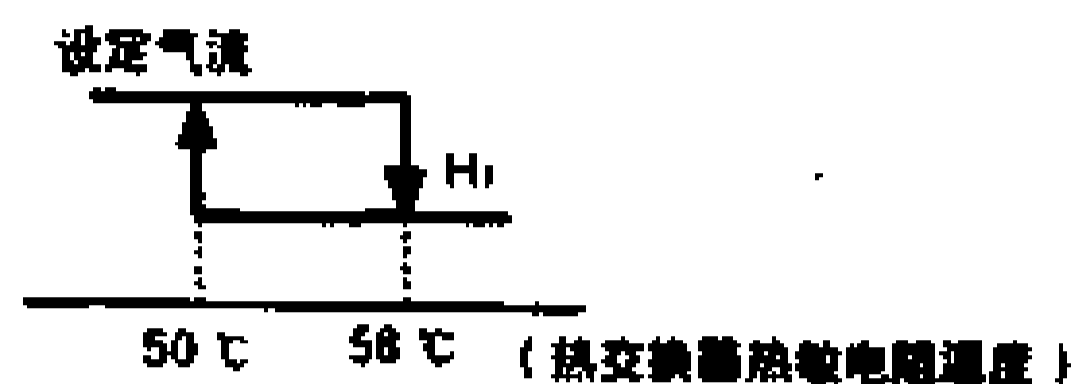

图 1-3-34
- (1) 运转条件: 室内热交换器热敏电阻温度如图 1-3-34 所示时。
- (2) 运转内容: 强制使室内风扇变到高速。